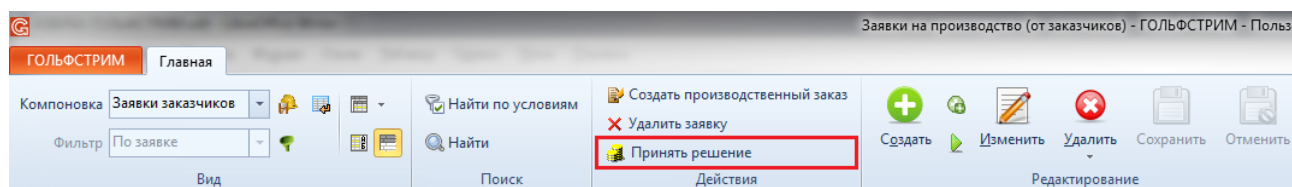

Рисунок 71. Действие "Принять решение"
- 2.1. На панели инструментов в меню **Действия** выбрать действие «Принять решение» (рис. 71).